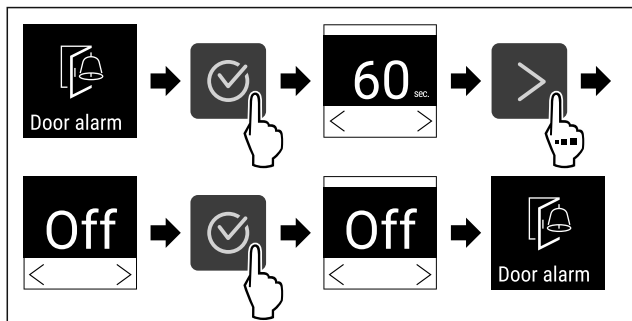

Fig. 118
- ▶ Udfør handlingstrinene (se Fig. 118) .